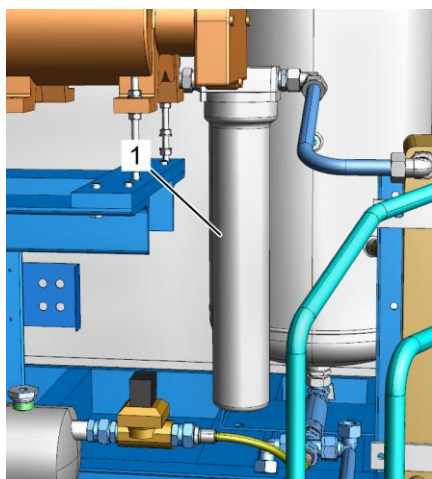

Рис. 62: Чашка фильтра
8. Подготовьте приемную емкость, отвинтите чашку фильтра тонкой очистки (Рис. 62/1) и спустите воду.